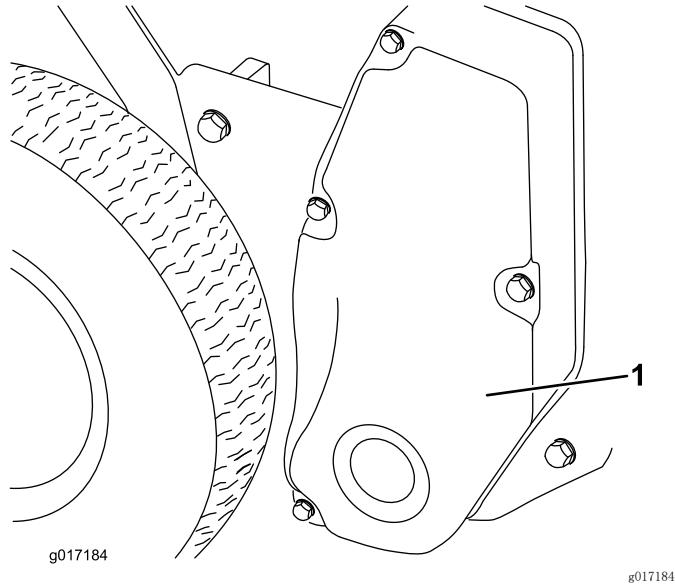

图17
1. 卸下将滚刀驱动皮带罩固定到右侧板的 4 个螺栓，并取下盖子 (图17)。